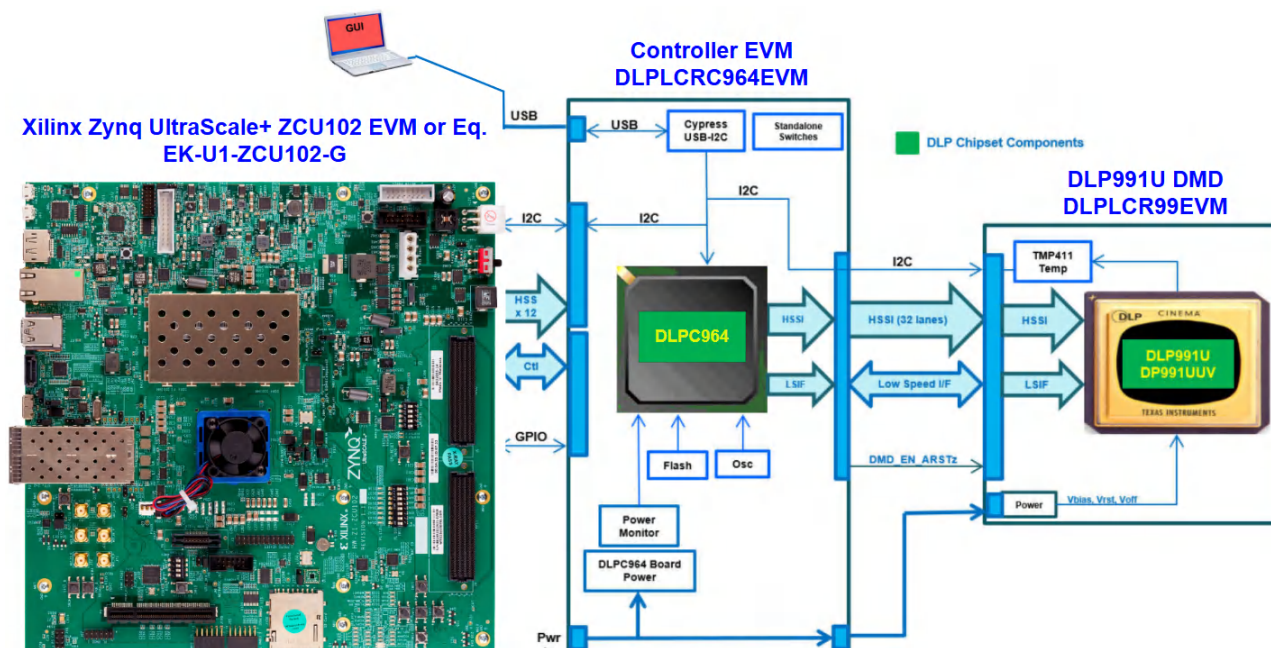

图 5-1. Apps FPGA 硬件目标
Apps FPGA 参考代码专用于搭载在 AMD Xilinx ZCU102 评估板上的 AMD Xilinx Zynq UltraScale+ FPGA。图 5-1 展示了 ZCU102 评估板如何连接到德州仪器 (TI) DLPC964 评估模块 (DLPLCRC964EVM)，而后者又连接到 DLPLCR99EVM 或 DLPLCR99UVEVM。